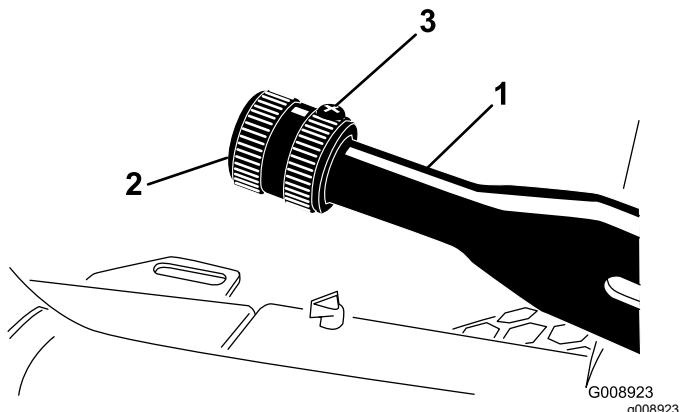

Bild 75
2. Lösen Sie die Stellschraube, mit der das Handrad am Feststellbremshobel befestigt ist (Bild 75).